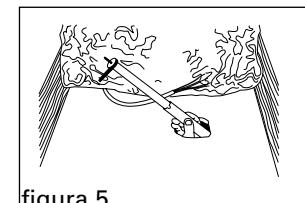

figura 5
- Entre el Saf-T-Brace® atraves del hueco en el techo como se muestra (figura 5). Talvez sea necesario que entre el Saf-T-Brace® paralelo a la vigueta del techo y entonces dar vueltas perpendicular a la vigueta sobre la plancha de estuco. Una vez que Saf-T-Brace® esta en el atico y este parado en la plancha de estuco, el tubo exterior no debe estar posicionado sobre el hueco. Si no esta, gire la abrazadera 180 Grados. Centralize la abrazadera sobre el hueco en la plancha de estuco (figura 6).